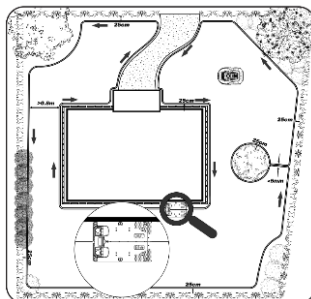

Figure 1
- Ne faites pas d'angles perpendiculaires (90°). Les coins doivent être d'au moins 100° (figure 1 – page 57) ;
Placez la station de charge comme indiqué sur le croquis (figure 1) et insérez le premier cavalier. Veillez à réserver 0,5 mètre de câble pour l'installation finale de la station de charge.